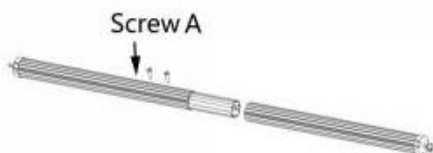

Figure C8
3.4.1 Nehmen Sie das Markisenrollenrohr und die dazugehörigen inneren Verbindungsrohre heraus , verbinden Sie diese wie in der Abbildung gezeigt und befestigen Sie sie mit selbstschneidenden Schrauben A zu einer Einheit. (Abbildung C8)